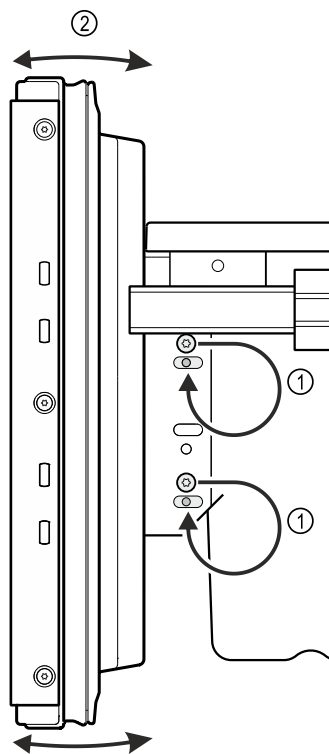

Fig. 18 Ilustrační zobrazení
- Šrouby přesadte do podélných otvorů. Fig. 18 (1)
- Nastavte sklon čela vysouvacího vozíku. Fig. 18 (2)